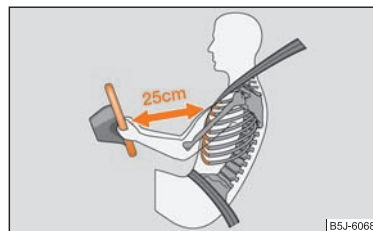

Fig. 112 Distanța sigură față de volan
- **Atât pentru șofer cât și pentru pasagerul dreapta este important să păstreze o distanță de cca. 25 cm față de volan, respectiv de tabloul de bord ⇒ fig. 112. Dacă nu se respectă această distanță, sistemul airbag nu își poate exercita eficiența maximă – Pericol! Pe lângă acestea, scaunele din față și tetierele trebuie să fie întotdeauna reglate în funcție de mărimea corpului.**